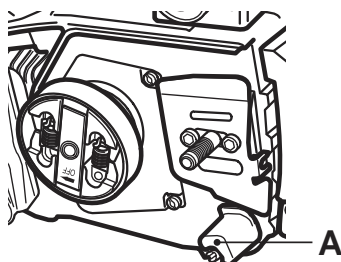

Fig. 52
1. Dévissez la vis (Fig. 52, A) et enlevez-la en même temps que l'attrape-chaîne (13).